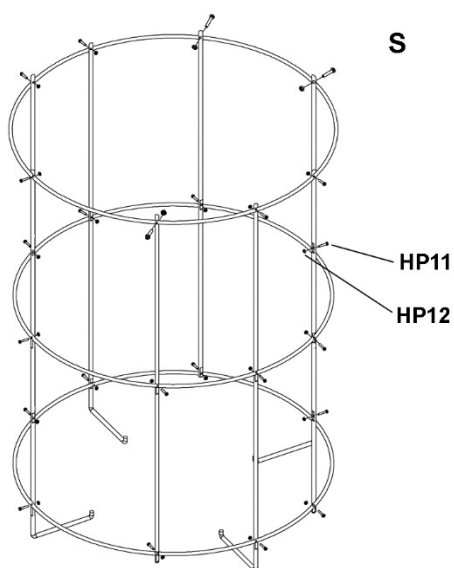

Figure 13
18. Vissez les supports longs et courts dans les arceaux en alternant, comme indiqué dans la Figure 13. Sécurisez avec 24 écrous hexagonaux et vis à tête cylindrique (HP11, HP12). (Remarque : les torsions sur les longs supports pointent vers l'intérieur comme indiqué.)